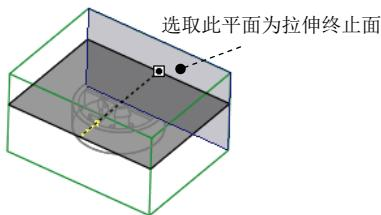

图 18.10 选取拉伸终止面
(4) 设置深度选项。
① 在操控板中选取深度类型 (到选定的)。
② 将模型调整到图 18.10 所示的视图方位，选取图 18.10 所示的平面为拉伸终止面。
(5) 在“拉伸”操控板中单击 按钮，完成特征的创建。